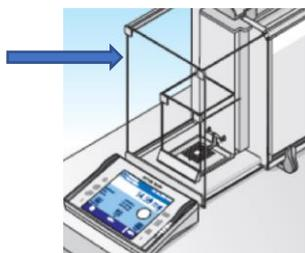

Figura 1. Imagen referencial de cámara de pesaje
- De ser posible, evitar introducir la mano, dentro de la cámara de pesaje (figura 1), utilizar pinzas